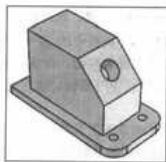

图 2-60 最终绘制完成的实体
(15) 用步骤 (14) 的方法完成底座的圆孔切除操作。注意：在“切除-拉伸”属性管理器的“终止条件”选项框中选择“完全贯穿”。选取特征管理器设计树中的草图 1、草图 2、草图 3、草图 4，单击鼠标右键并在快捷菜单中选择“隐藏草图”命令，在图形区域将显示特征实体，如图 2-60 所示。